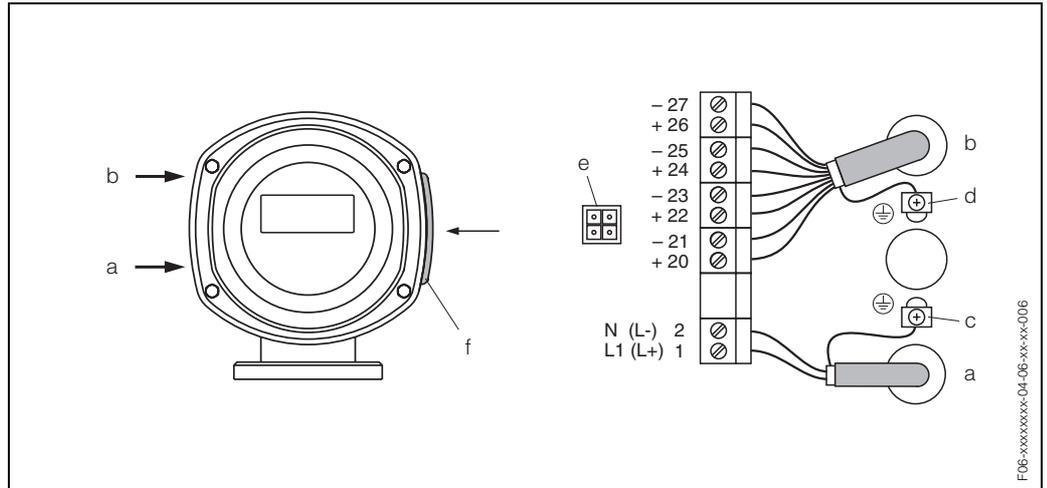

Abb. 33: Anschließen des Messumformers (Edelstahl-Feldgehäuse). Leitungsquerschnitt: max. 2,5 mm²
- Anschlussplan (Edelstahlgehäuse) → Abb. 33